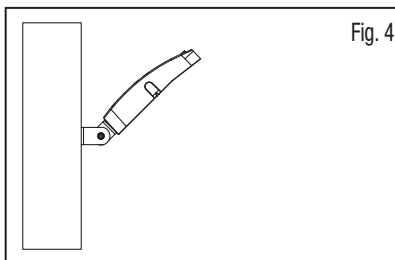

Fig. 4
7. Install / mount the other bracket of the Trunnion Mount to the installation surface. (Fig. 4)
9. Adjust the floodlight to the preferred lighting angle and fasten using the angle-setting screw (M4x8). (Fig. 4)
7. Installez / fixez l'autre partie du support en tourillon à la surface d'installation. (Fig. 4) ***Le câble ne passe pas par l'ouverture centrale fixée à la surface d'installation.**
9. Réglez le projecteur à l'angle d'éclairage souhaité et serrez la vis de réglage d'angle (M4x8). (Fig. 4)